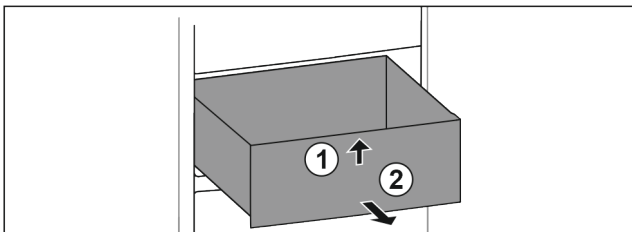

Fig. 166
- ▶ Schubfach vorne anheben. Fig. 166 (1)
- ▶ Schubfach nach vorne entnehmen. Fig. 166 (2)